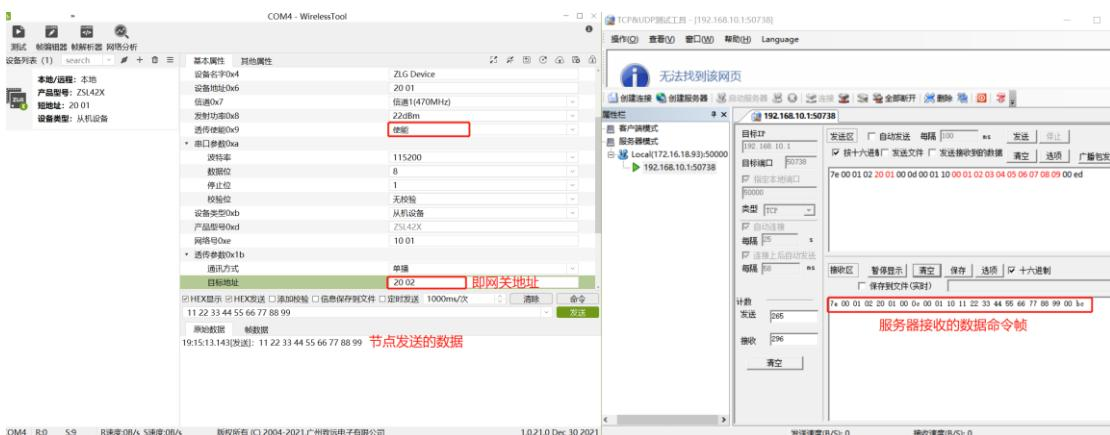

图 4.50 服务器使用命令帧接收数据
2) TCP 服务器接收到 0x2001 节点发送的 16 进制数据: 11 22 33 44 55 66 77 88 99, 如图 4.50 所示，接收到的命令帧：